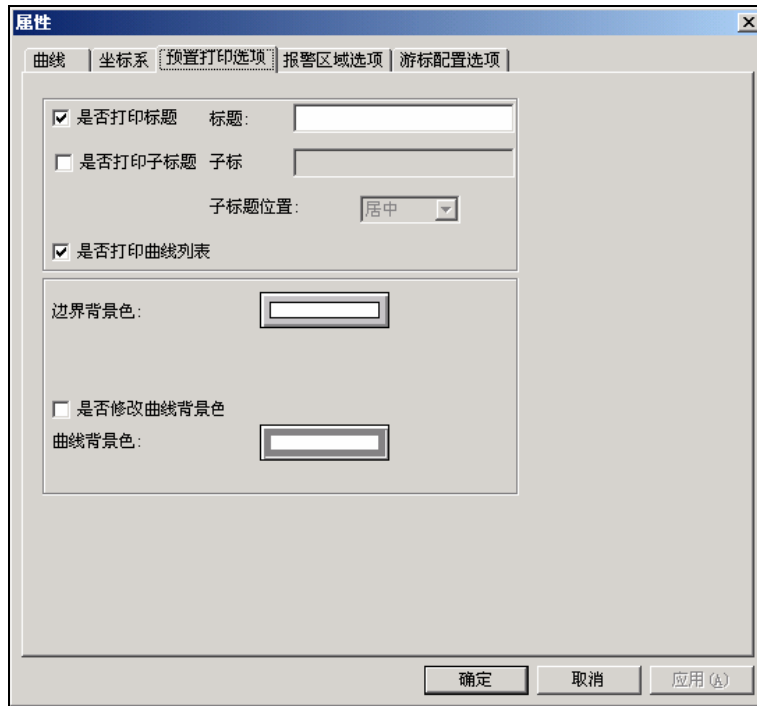

图 4-11 预置打印选项属性页
- 预置打印选项属性页：历史曲线控件中的“预置打印选项属性页”对话框，如图 4-11 所示。在此属性页中您可以设置历史曲线控件的打印格式及打印的背景颜色。